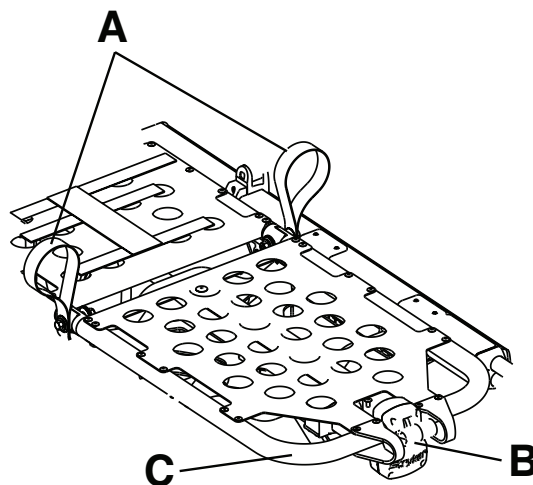

Abbildung 13 – Knieteilverstellung
1. An einer der roten Hebeschlaufen (A) ziehen, bis sich die Knieteilverstellung in der höchsten Stellung befindet (Abbildung 13).